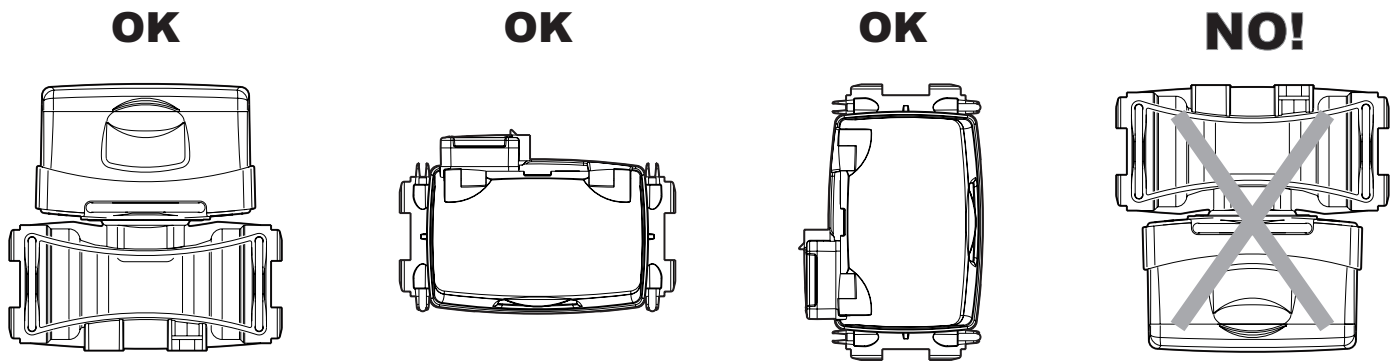

Fig. 1
- No montar el medidor de flujo con el conector dirigido hacia abajo (Fig. 1).